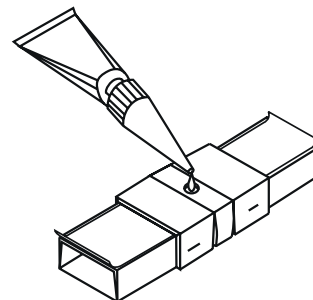

FIG 15.
16. Spuit het afdichtmateriaal via de achterzijde in de connector (zie fig 15) en plaats de afdichtdop. Na 60 minuten is het afdichtmateriaal voldoende gedroogd voor beweging. Na 24 uur is het afdichtmateriaal volledig uitgehard.